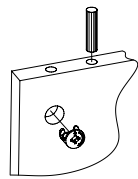

Рис.2
2. Вставить головки минификсов в соответствующие плоскостные отверстия и вбить шканты в соответствующие торцевые отверстия деталей 1, 2, 5, 6, 8, 9, 10, 11 (Рис. 2).